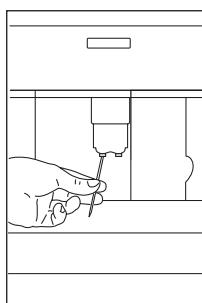

Fig. 34
- Verifique regularmente se os orifícios do bico de café não estão bloqueados. Se necessário, remova os depósitos de café com um palito (Fig. 34).